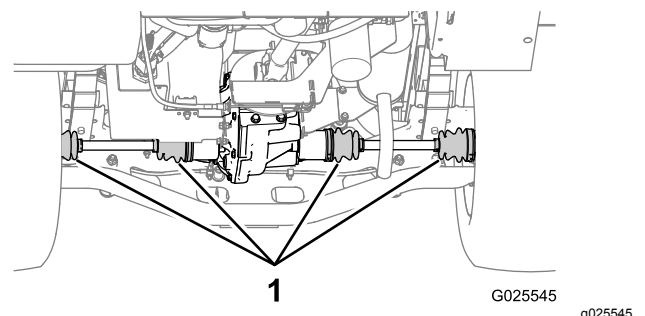

Figure 74
2. Vérifiez si les soufflets de joint homocinétique des essieux arrière sont endommagés ou présentent des fuites de lubrifiant (Figure 74).